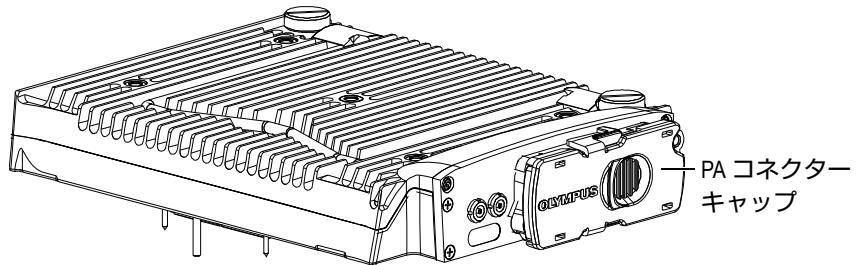

図 3-1 PA コネクタキャップのあるモジュール
2. PA コネクタに PA コネクタキャップを付けます (57 ページの図 3-1)。